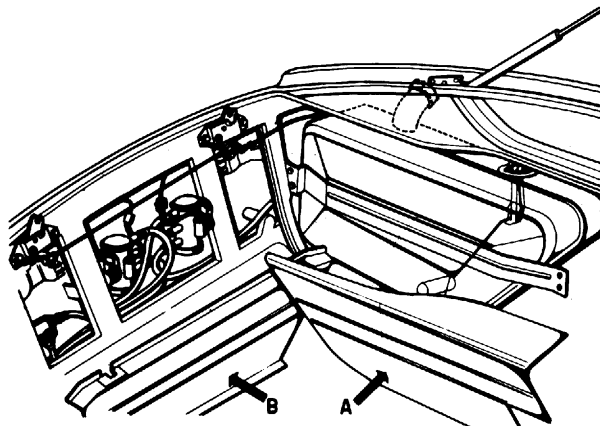
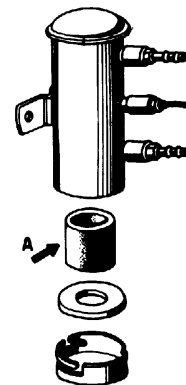

Fig. 35
Fig. 36
- 2 filtres en nylon dans les tasses inférieures des réservoirs. Pour y accéder on démonte les panneaux couvre-réservoir (fig. 35 A) et on dévisse le bouchon (fig. 47, cadre en bas);
- 2 filtres sur les pompes essence, situés dans le coffre. Pour accéder aux pompes on démonte le panneau frontal arrière en desserrant certaines vis (fig. 35 B). Pour accéder aux filtres (fig. 36 A) on enlève les anneaux intérieurs des pompes;
- 2 Nylonfilter in den unteren Schalen der Behaelter. Der Zugang zu diesen Schalen erfolgt durch Entfernung der Verkleidungsplatten des Behaelters (Abb. 35 A) und durch Abschraubung der Verschlusskappe Abb. 47 unten).
- 2 Filter auf der Benzinpumpe: sind im Kofferraum angeordnet. Fuer den Zugang zu den Pumpen, muss die hintere Stirnplatte, durch Abschraubung (Abb. 35 B) entfernt werden. Fuer den Zugang zu den Filtern (Abb. 36 A), muessen die unteren Ringe der Pumpen entfernt werden.